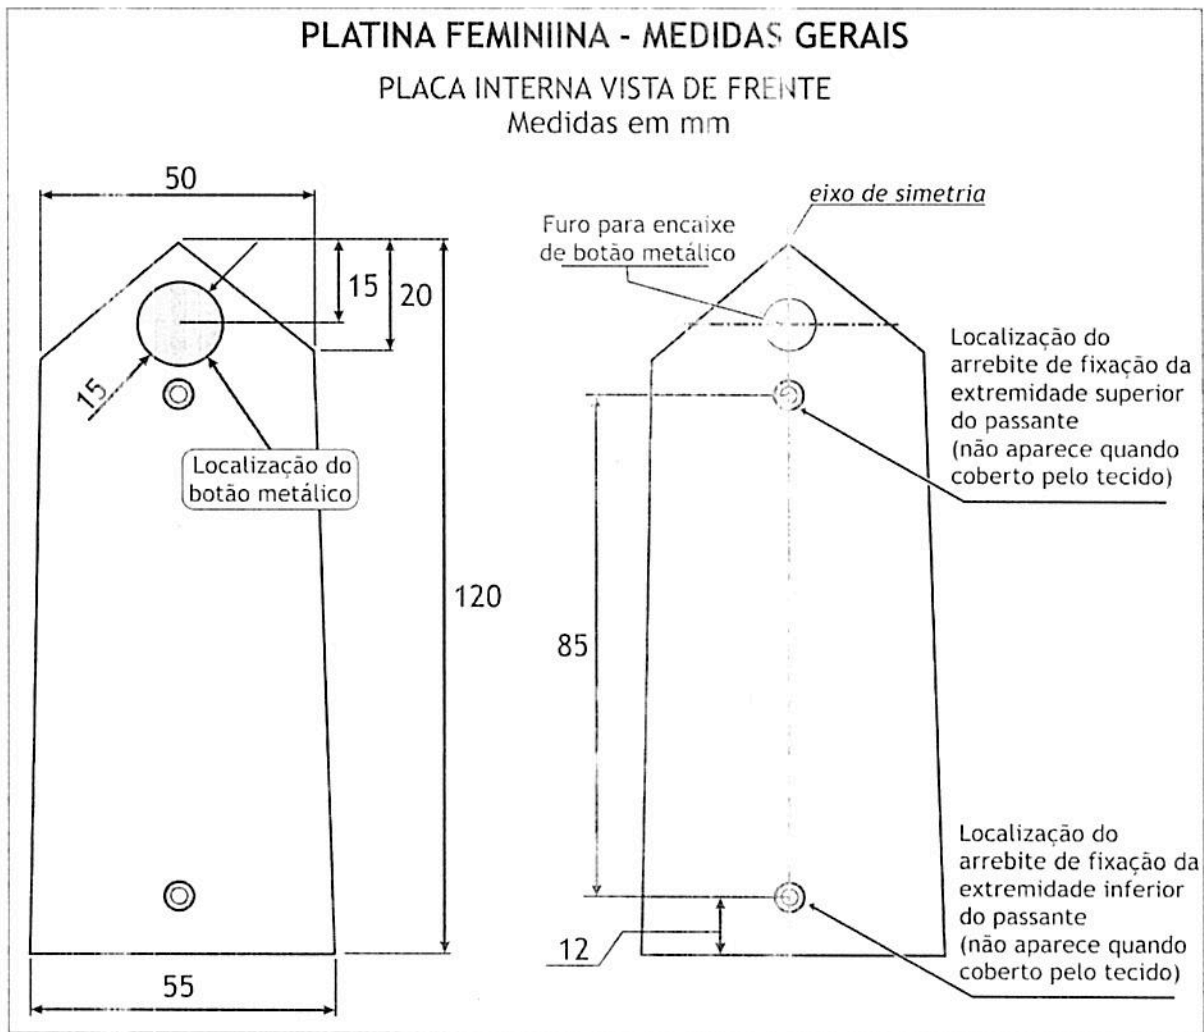

Figura 10: medidas na platina azul-ferrete masculina
08.06 Dimensões para platinas femininas: 120 mm de altura (CD), com 55mm (CD) na base, subindo 100 mm (CD) a partir da base, e fechando a largura para 50mm (CD), sendo 25 mm para cada lado; subindo mais 20mm (CD) e terminando em 0,0mm de largura, fechando nesta ponta um triângulo (CC), (conforme Figura 10).